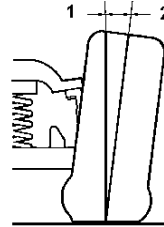

Abb. 10. Radsturzfeststellung (hier: positiver Radsturz)
- Negativer Radsturz – Der Oberteil des Reifens neigt sich zum Fahrzeug hin (1). Siehe Abb. 10.
- Positiver Radsturz – Der Oberteil des Reifens neigt sich vom Fahrzeug weg (2). Siehe Abb. 10.